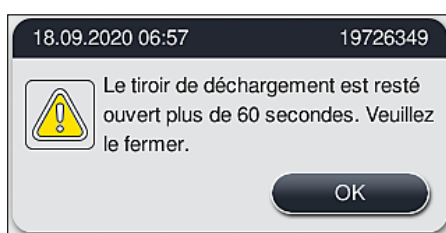

Fig. 91
- Si le tiroir de déchargement reste ouvert plus de 60 secondes, l'utilisateur en est informé par un message (→ "Fig. 91").